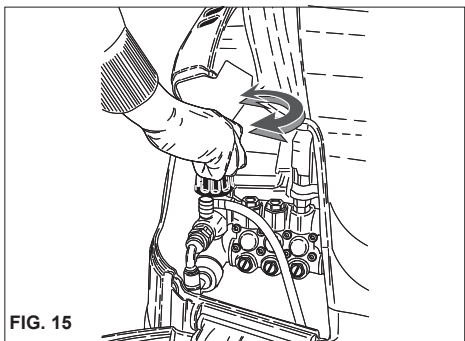

FIG. 15
Este capítulo diz respeito apenas aos modelos equipados com o dispositivo "Regulador de pressão". O dispositivo regulador de pressão, fig. 15, permite regular a pressão de trabalho. Rodando o manípulo C no sentido inverso ao dos ponteiros do relógio (B) (mínimo) obtém-se uma redução da pressão de funcionamento.